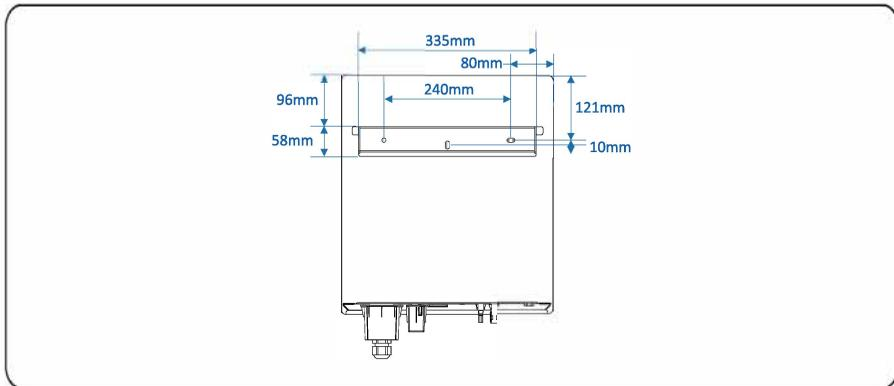

Figura 4.10: Determine as posições para perfurar os furos (unidade: mm)
Passo 2: Determine as posições para perfurar os furos (conforme mostrado na Figura 4.10) usando o painel traseiro.